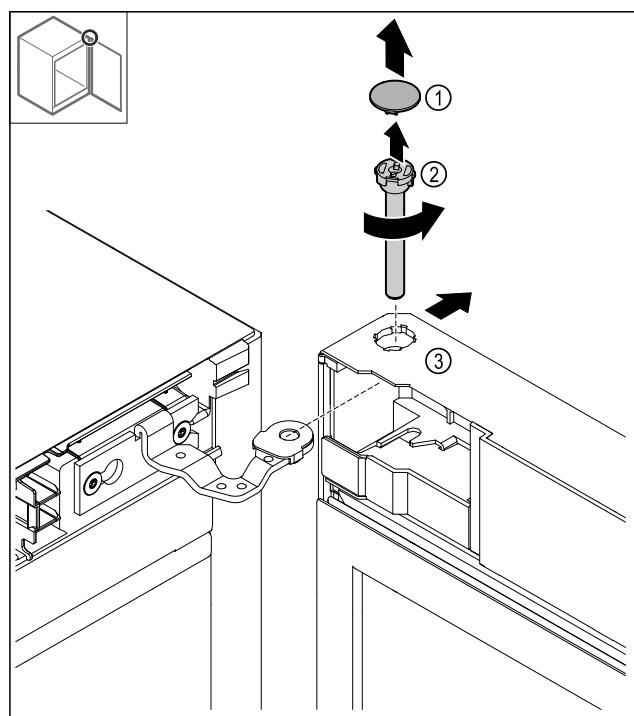

Fig. 20
▶ 取下盖板 Fig. 20 (1)。
▶ 逆时针旋转螺柱 Fig. 20 (2)并拔出。
▶ 稍稍倾斜冰箱门 Fig. 20 (3)。